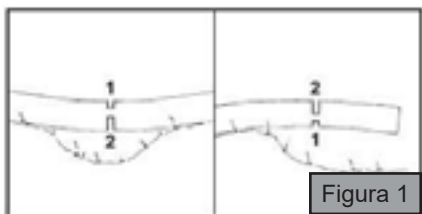

Figura 1
**Si el árbol está bajo tensión, la guía puede estar aprisionada. Los usuarios pueden perder el control de la motosierra y provocar lesiones graves. (Figura 1)**